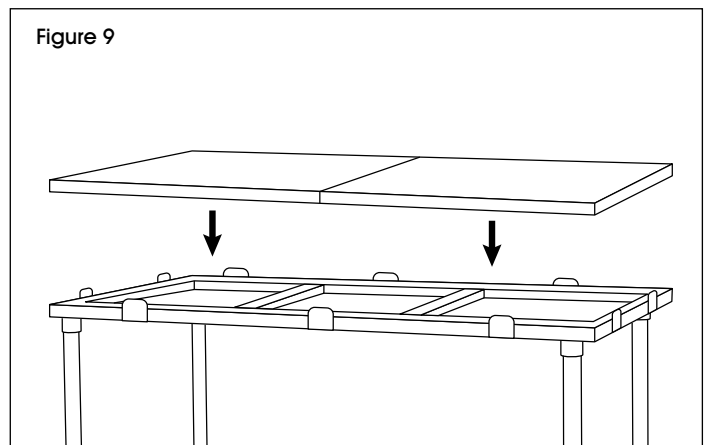

Figure 9
4. Retourner la table sur les roulettes. Placez la surface en polyéthylène en 2 parties sur le cadre assemblé. (Voir Figure 9)